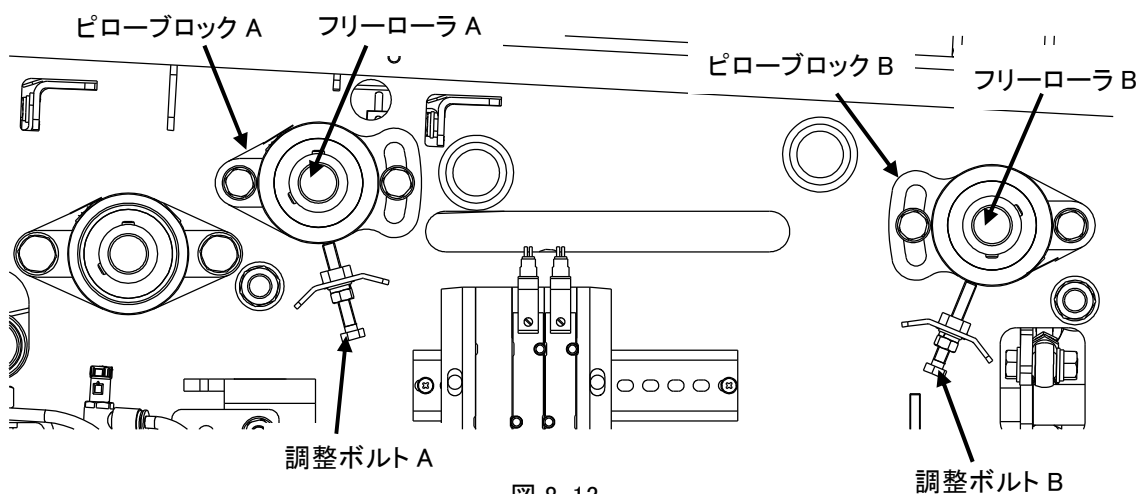

図 8-13
8. 3. 5 メインベルト高さ調整 (図 8-13、8-14)
① タオルが落とし板ストッパまで届かない場合
② タオルがベルトに引っ張られめくれる場合
8.3.6 搬出台（図 8-13）